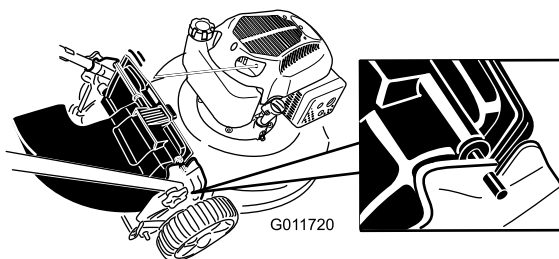

Figure 22
4. Insérez la tige du déflecteur d'éjection arrière dans les crans de la machine (Figure 22).